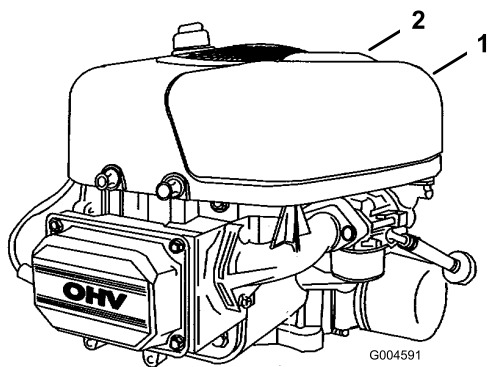

Bild 21
4. Ziehen Sie den Griff am Luftfilterdeckel hoch und drehen Sie ihn in Richtung des Motors (Bild 21), nehmen Sie dann den Luftfilterdeckel ab.